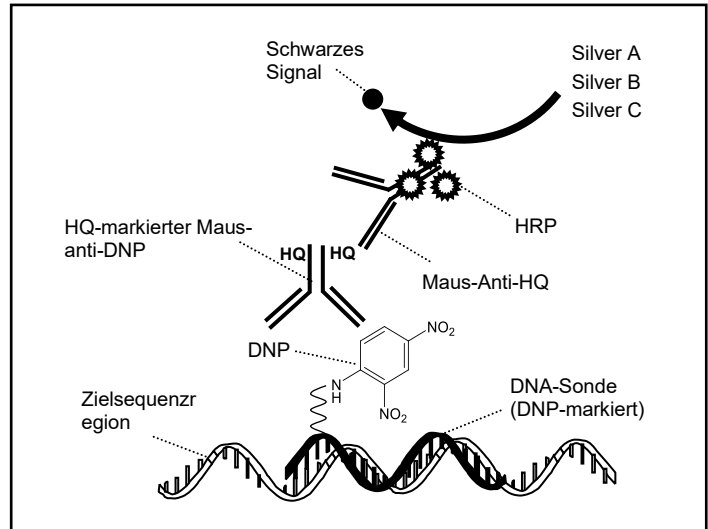

Abb. 1. VENTANA Silver ISH DNP Detection
VENTANA Silver ISH DNP Detection Kit erkennt DNP-markierte Sonden, die an eine bestimmte Sequenz in Schnitten von formalinfixiertem, paraffineingebettetem (FFPE) Gewebe gebunden sind. Das Nachweiskit enthält einen primären Antikörper und einen enzymmarkierten sekundären Antikörper, der an Meerrettichperoxidase (HRP) konjugiert ist, die als chromogenes Enzym verwendet wird. Während des Färbeprozesses im Rahmen der ISH werden DNP-markierte Sonden an ihre jeweiligen spezifischen DNA-Zielsequenzen innerhalb der Zellkerne cohybridisiert. VENTANA Silver ISH (SISH) DNP Detection Kit enthält die folgenden Spender: Primärer Maus-Anti-DNP-Antikörper, markiert mit Hydroxychinolin (HQ), sekundärer Maus-Anti-HQ-Antikörper, konjugiert mit Meerrettichperoxidase (HRP), Chromogen A (Silver A), Chromogen B (Silver B) und Chromogen C (Silver C). Nach der Inkubation mit dem HQ-markierten primären Maus-Anti-DNP-Antikörper und dem sekundären Maus-Anti-HQ-HRP-Antikörperkonjugat erfolgt die SISH-Reaktion. Kurz gesagt wird diese Reaktion durch die sequenzielle Zugabe von Chromogen A (Silveracetat), Chromogen B (Hydrochinon) und Chromogen C (H₂O₂) gesteuert. Die Silberionen (Ag⁺) werden dabei von Hydrochinon zu metallischen Silberatomen (Ag⁰) reduziert. Diese Reaktion wird durch das Substrat für HRP, Wasserstoffperoxid (Chromogen C), beschleunigt. Abb. 1 veranschaulicht die SISH-Reaktion. Anschließend wird die Probe zur lichtmikroskopischen Interpretation mit Hematoxylin II gegengefärbt.